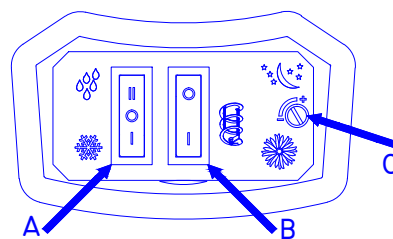

Fig. 5
2.4 Commandes de la cuve. (Fig. 5)
B en position  - I voir Fig. 5
Après avoir préparé le produit, positionnez le commutateur **A** en position  - **II** pour obtenir la boisson froide. (Fig. 5)